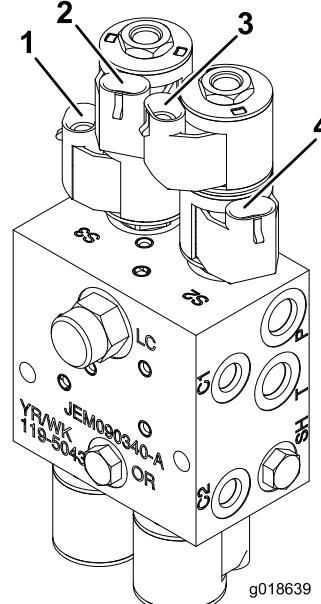

Figure 22
- Branchez les connecteurs de levée/descente des rampes gauche et droite du faisceau de câblage aux électrovannes du bloc hydraulique (Figure 22).